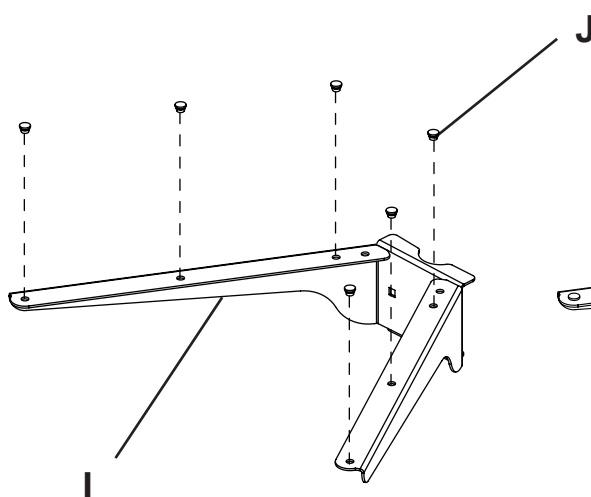

FIGURA 2.2
Inserte seis paragolpes de botón (J) en el soporte de apoyo para repisas (I), como se muestra en la figura 2.2.